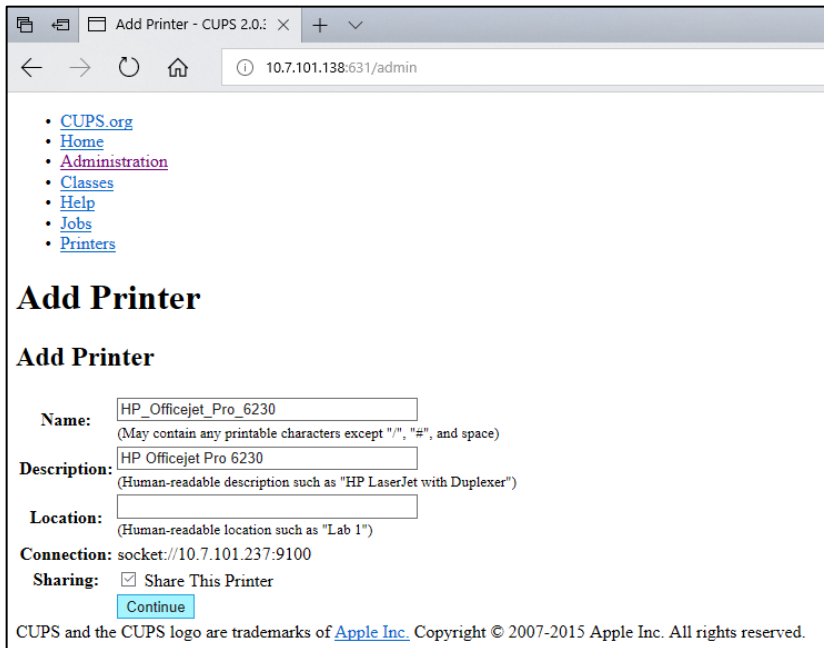

Figura 102. Ecrã Add Printer (Adicionar impressora).
5. Selecione Share this printer (Partilhar esta impressora) e prima Continue (Continuar) (Figura 102).